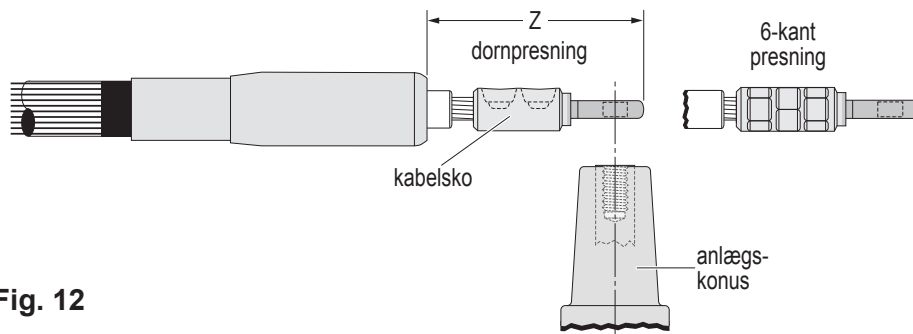

Fig. 12
13) Kabelskoen anbringes på lederen, så kabelskoens anlægsflade passer til anlægsfladen på konus, og afstanden "Z" er i intervallet 155 til 165 mm, se fig. 12.